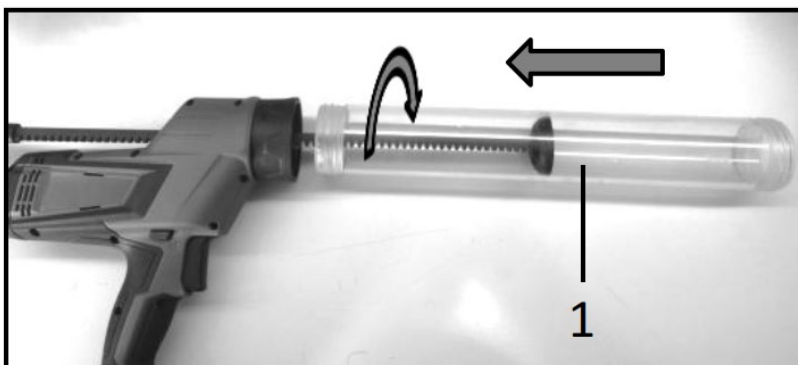

Рисунок 10. Встановлення корпусу для герметика.
1. Встановити корпус для герметика у плівкових пакетах (1, рис. 10) в нарізне гніздо змінних корпусних насадок.